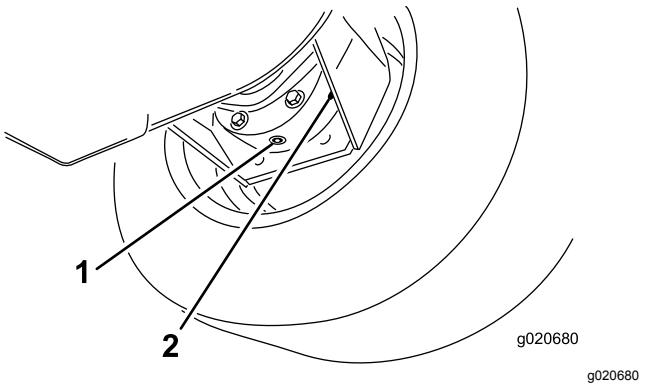

Figure 91
- Placez un bac de vidange sous le carter de frein et enlevez le bouchon pour permettre à l'huile de s'écouler (Figure 91).